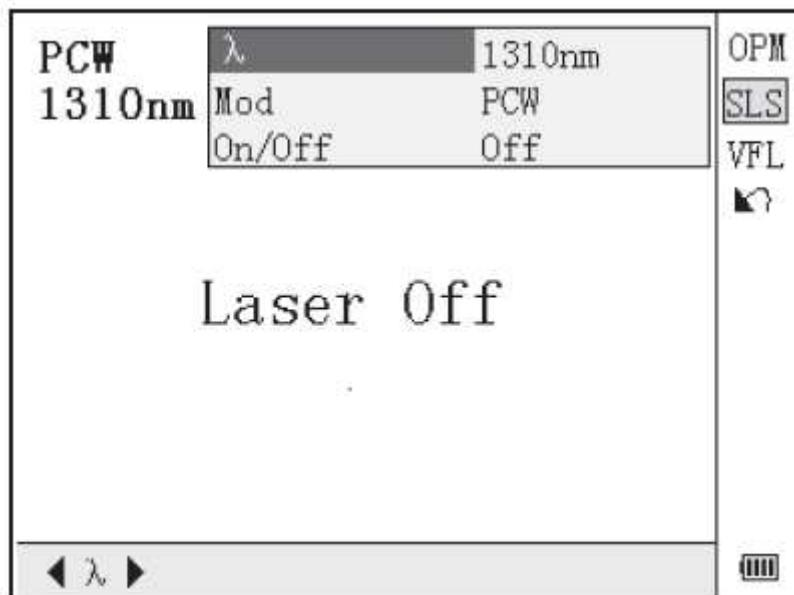

Рисунок 4-13. Настройка стабилизированного лазерного источника излучения
- С помощью кнопок \blacktriangleleft и \triangleright переключайтесь между рабочими длинами волн SLS. Для перехода на интерфейс настройки SLS нажмите кнопку Enter (рисунок 4-13).